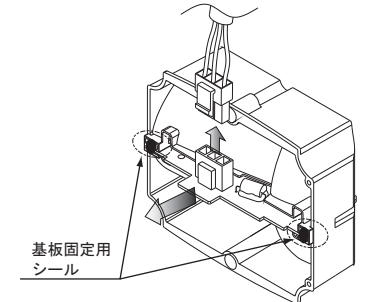

図5. キセノン基板取り外し手順
- ③ 反射鏡背面側からキセノン基板のコネクタを外します (図5参照)。
- ④ 反射鏡両端の基板固定用シールをはがし、キセノン基板を反射鏡の溝に沿ってまっすぐ手前に引き出します (図5参照)。